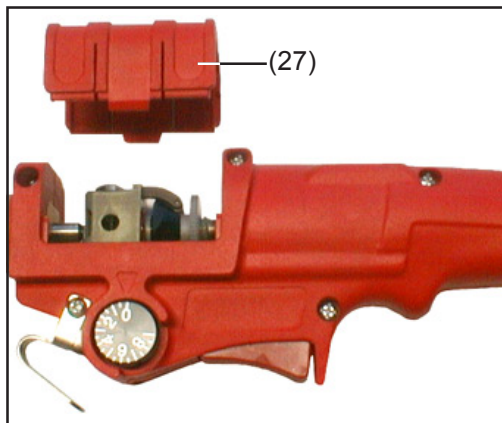

Fig. 42 Retirer le couvercle
- Visser l'écrou moleté (1) en position (A) - voir fig. 42
- visser l'écrou moleté (1) en position (B), voir fig. 42